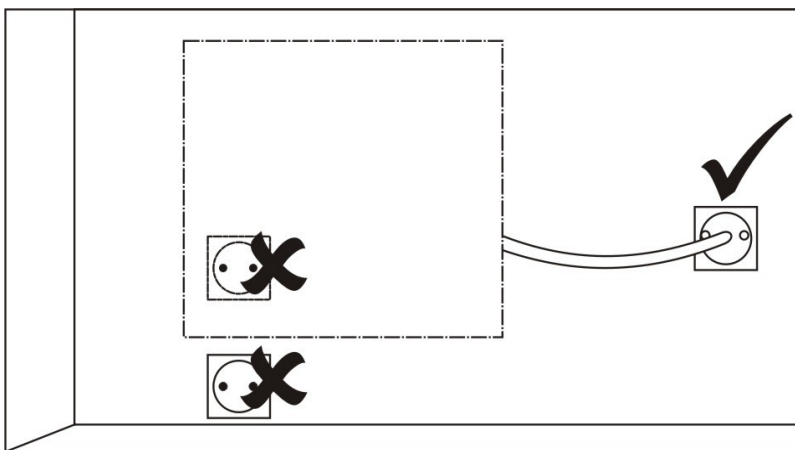

Рис.4
- Подключение к электросети: розетка должна быть расположена на расстоянии не менее 10 см в сторону от конвектора. См. Правильное положение розетки на Рис.4.